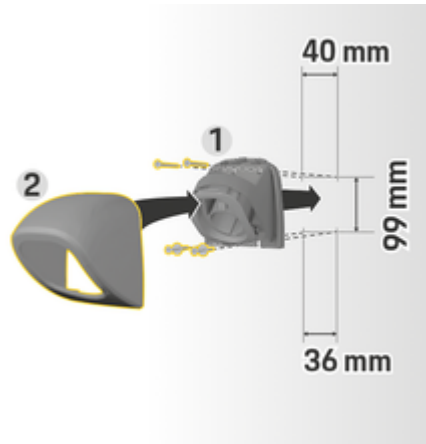

Fig. 45: Medidas de taladrado
1. Retire el soporte de enchufe **1** (Fig. 45) de la cubierta **2** (Fig. 45).
4. Atornille el soporte de enchufe **1** (Fig. 45) a la pared.
5. Coloque la cubierta **2** (Fig. 45) desde abajo sobre el soporte de enchufe **1** (Fig. 45) y presionar hacia arriba.